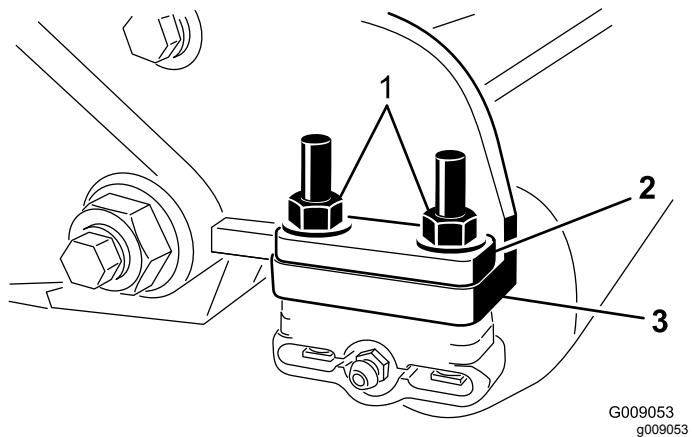

Figura 23
- Remova as duas porcas que prendem cada suporte do rolo às placas laterais (Figura 23). Não retire os parafusos.